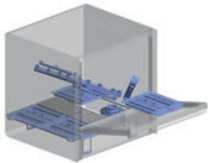

Abb. 4
- Entnehmen Sie die eventuell vorhandenen Oberflächenfilter und reinigen Sie diese mit einer Bürste unter fließendem Wasser (siehe Abb. 4).